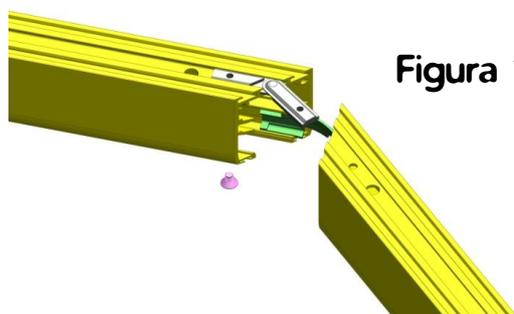

Figura 17
- Introducir el siguiente tramo y montar los tornillos para las escuadras. (figura 17)